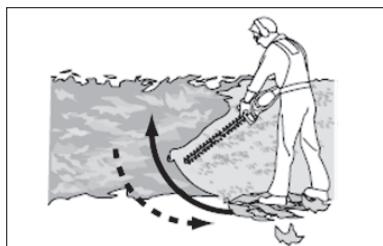

Fig. 6
2. Segure sempre o aparelho firmemente com as duas mãos na pega frontal (2) e pega traseira (6). Nunca utilize este produto usando apenas uma mão.
4. Em primeiro lugar corte a partir dos lados, realizando o corte inferior de baixo cima para o topo. Isso evitará que as estacas caiam na área ainda a ser cortada (Fig. 6).